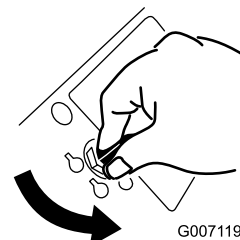

Figura 26
3. Gire la llave de contacto a Desconectado (Figura 26).